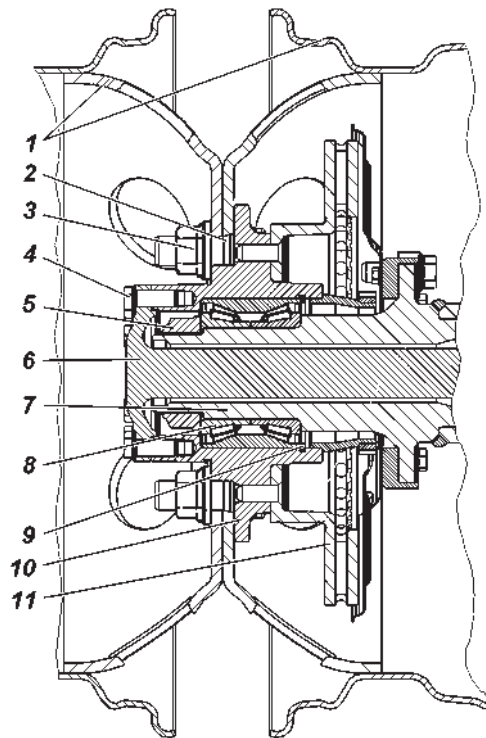

Рис. 9.28. Ступица заднего колеса:
2. Снимите колесо. Демонтируйте полуось 6 (рис. 9.28) заднего моста.